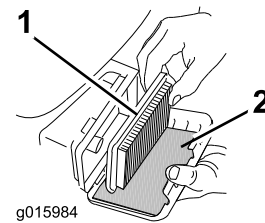

Bild 21
3. Entfernen Sie den Papierfilter und den Schaumvorfilter (Bild 21).